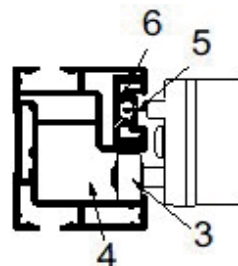

Abb. 20: Einführung des Laufwagens
- » Führen Sie die Laufwagen (3 – Abb. 20) auf die untere Gasse der Führungsschienen (4 – Abb. 20)
- » Fädeln Sie das Tuch (5 – Abb. 20) in die Innenführungsleisten (6 – Abb. 20) ein.